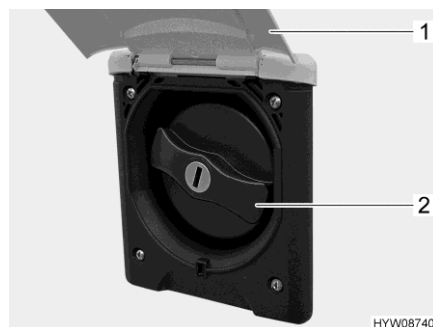

Fig. 189 Coperchio (bocchettone di riempimento dell'acqua potabile)
- Sollevare lo sportello esterno (Fig. 189,1).
- Ruotare il coperchio blu (Fig. 189,2) di un quarto di giro.